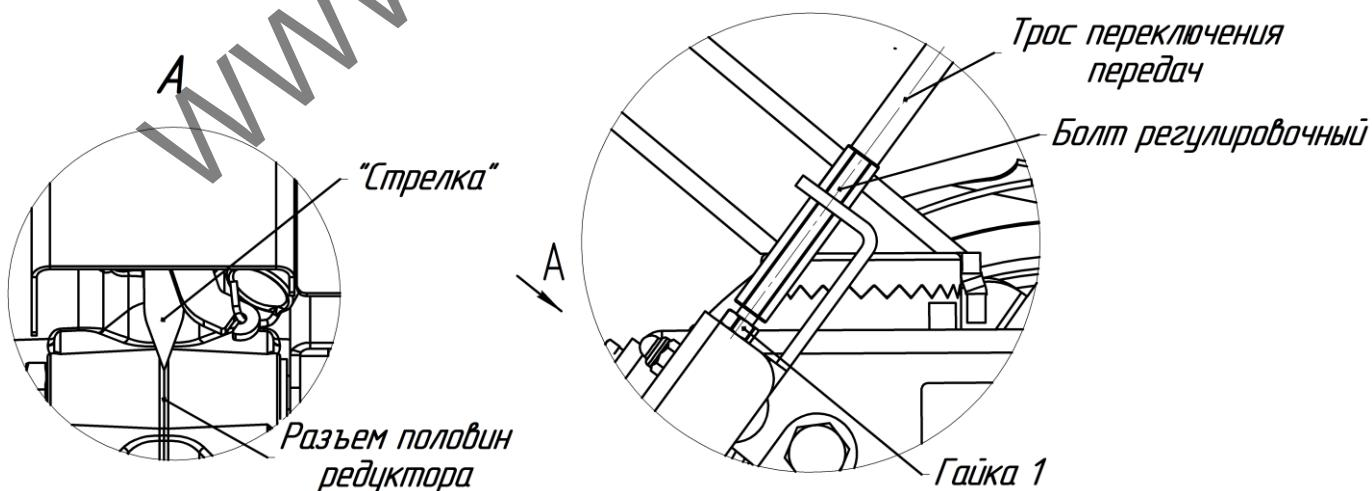

Рис.17 Регулировка переключения передач
- Проверить расположение "стрелки" на редукторе, она должна указывать на разъем половин редуктора (рис.17).
- Если "стрелка" смещена относительно разъема половин редуктора, то необходимо расконтрить Болт регулировочный отвернув Гайку 1 (рис.17).